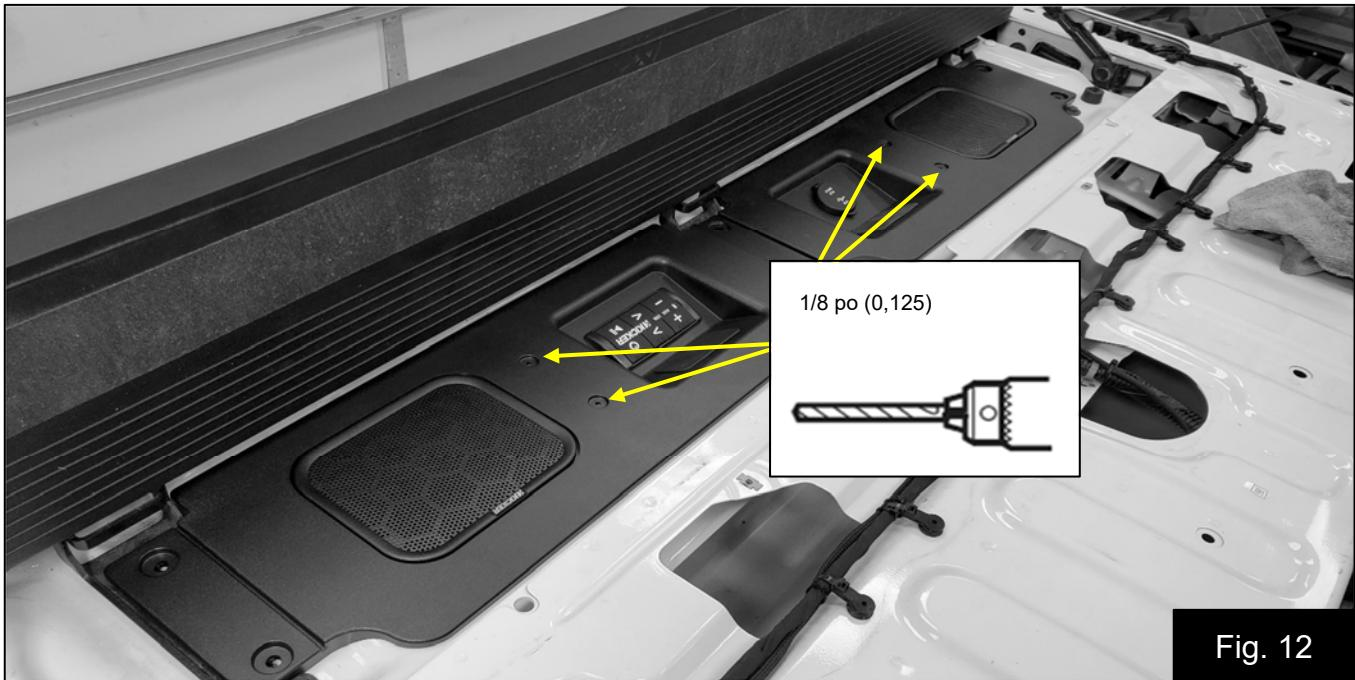

Fig. 12
18. Installez temporairement le déflecteur du haut-parleur, puis installez, sans serrer, les six boulons de remplacement fournis. Le déflecteur du côté droit doit chevaucher le déflecteur du côté gauche au centre. Fig. 12
20. Pré-percez les quatre avant-trous pour les vis à filetage fin fournies à l'aide d'un foret de 1/8 po (0,125), puis retirez les boulons et le déflecteur du haut-parleur. Fig. 12